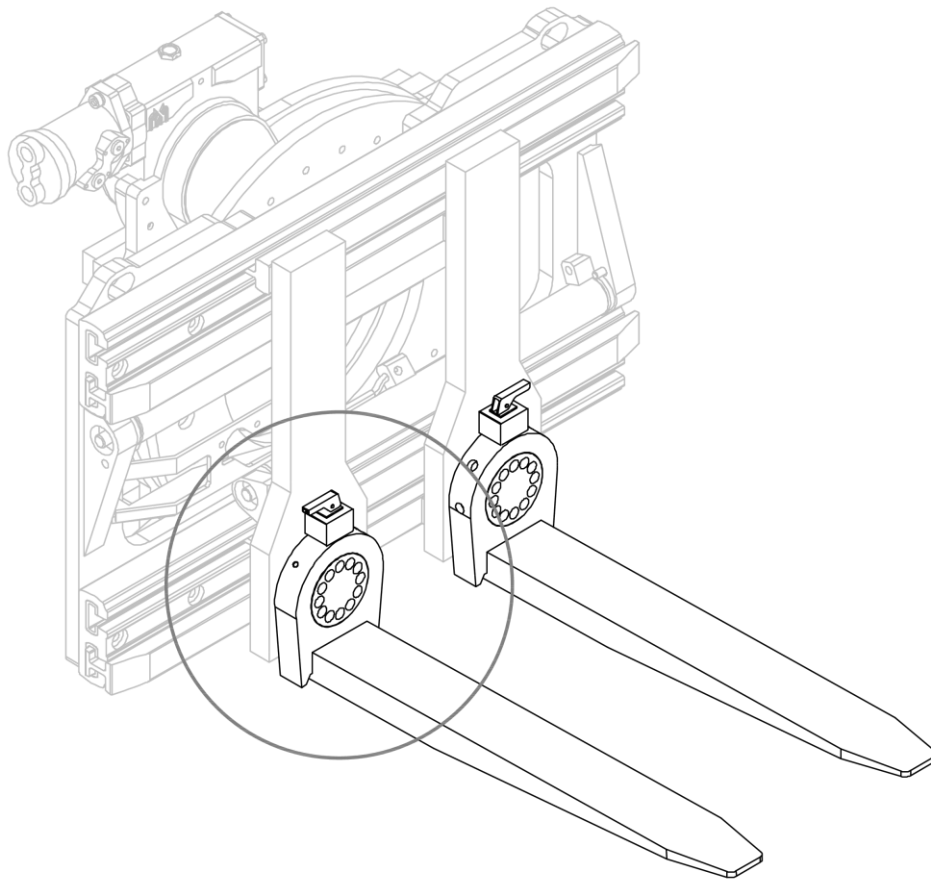
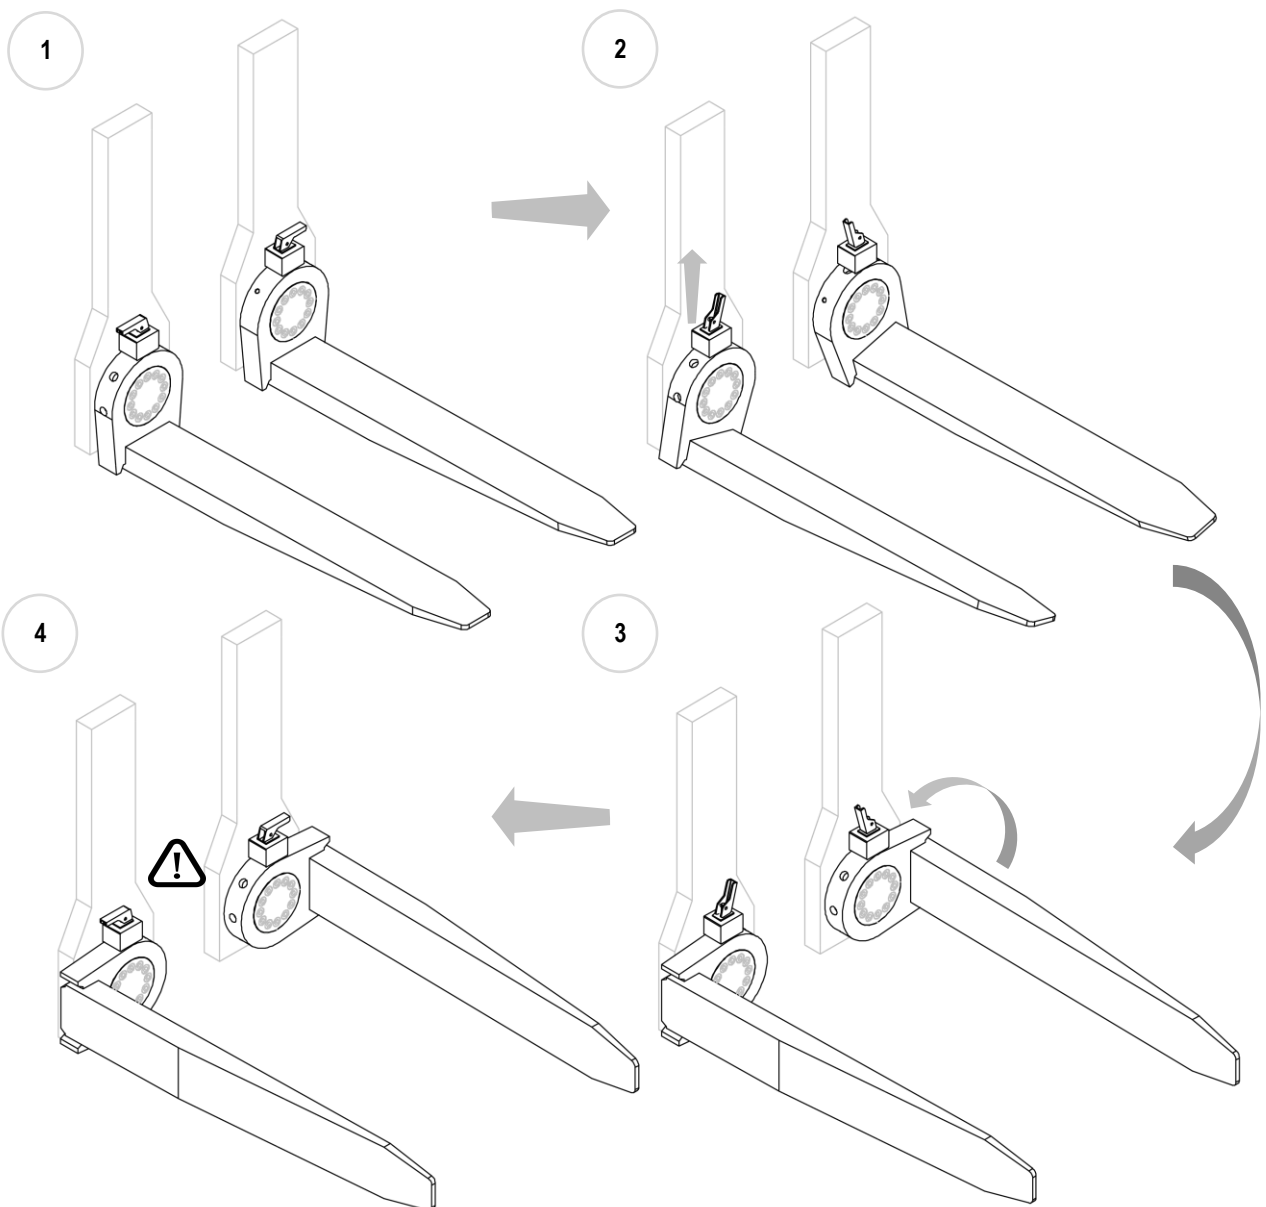

Figure 17
Figure 18
2. Se référer à la *Figure 17* et à la *Figure 18*.